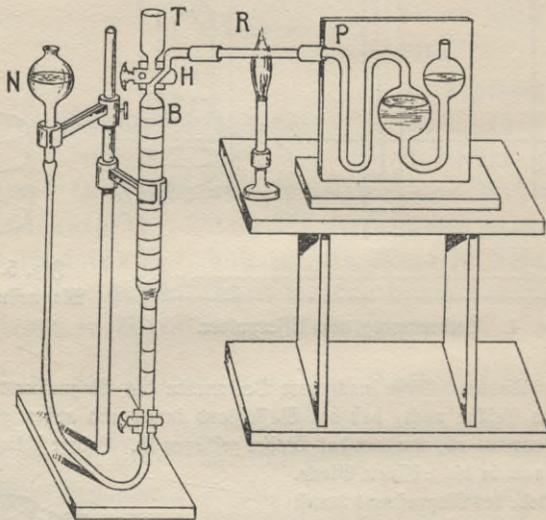

Fig. 6a. Veränderung der Luft durch glühendes Kupfer.
* Wo eine **Buntesche Bürette** mit Pipette und Quarzrohr zur Verfügung steht, läßt sich dieser Versuch mit größerer Genauigkeit ausführen (Fig. 6a). Man füllt ein etwa 10—12 cm langes und 0,5 cm weites Quarzröhrchen R mit einem fest zusammengedrücktten Bündel Kupferlametta, schiebt an beiden Enden, um den schädlichen Raum zu vermindern, je ein Stückchen Glasrohr ein und verbindet das Quarzrohr durch kurze, mit Drähten befestigte Schlauchstücke einerseits mit der Bürette B, andererseits mit der auf einem Becken stehenden Pipette P. Ferner verbindet man die Bürette mit dem Niveaugefäß N, füllt sie, indem man den Zweiweghahn H nach dem Trichteransatz T hin öffnet, mit Wasser, saugt dann durch Senken des Niveaugefäßes 100 ccm Luft ein, gleicht dabei den Wasserstand in Bürette und Niveaugefäß aus, bringt den Gasraum der Bürette durch Drehung des oberen Hahnes H mit der Quarzröhre in offene Verbindung, erhitzt diese mit einer